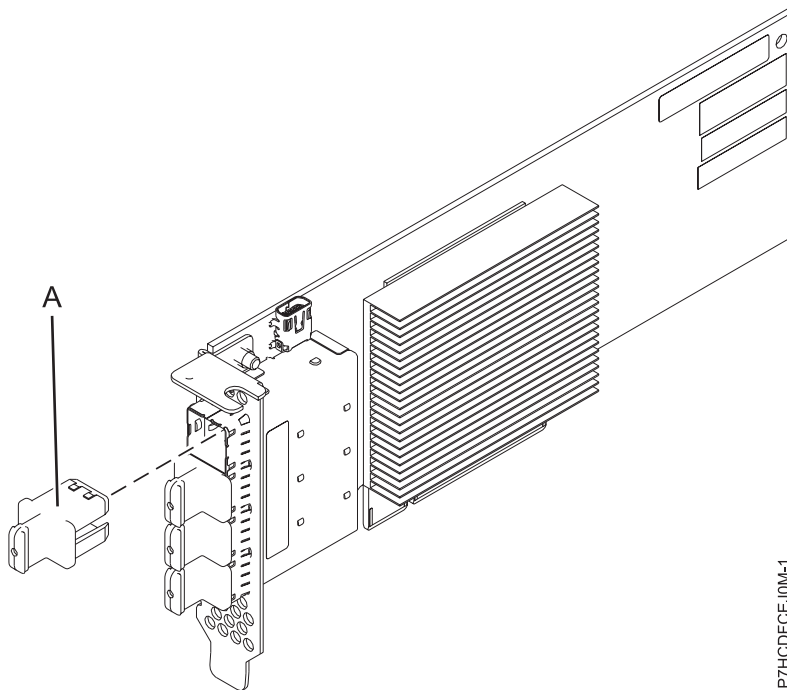

Figura 18. Adaptador PCIe3 LP de 4 puertos x8 SAS
El adaptador PCIe3 LP de 4 puertos x8 SAS es un adaptador PCI Express (PCIe) de generación 3, RAID SAS de formato corto y altura reducida. El adaptador se utiliza en aplicaciones SAS (SCSI con conexión en serie) de alto rendimiento y alta densidad. Admite la conexión de unidades de DVD o de cinta SAS mediante cuatro conectores mini-SAS de alta densidad (HD) x4 que permiten utilizar enlaces físicos en diversas configuraciones de puerto estrecho y ancho. la conexión de cinta SAS sólo está soportada en una configuración de un solo adaptador y no puede combinarse con discos SAS en el mismo adaptador. El adaptador no tiene memoria caché de escritura. La Figura 18 en la página 56 muestra el adaptador PCIe3 LP de 4 puertos x8 SAS.
La Figura 18 muestra el adaptador.El conector (A) está instalado en un puerto vacío y evita daños en dicho puerto cuando se conecta o retira un cable de los conectores de puerto adyacentes.